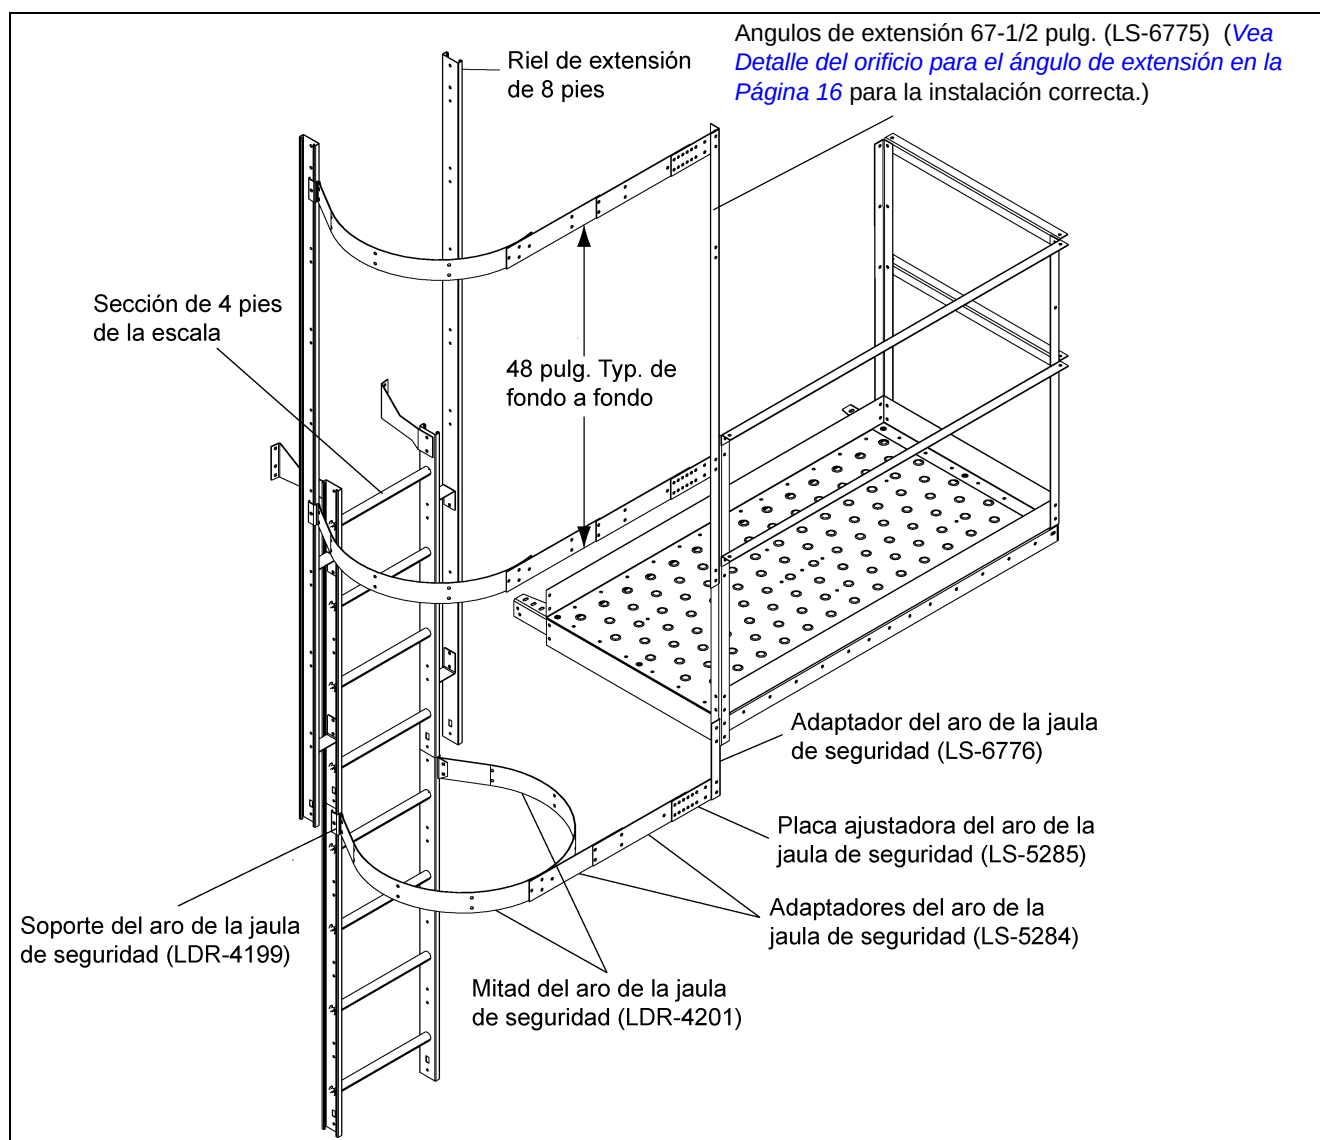

Figura 7K
Se necesitará una pre-instalación antes de conectar cualquier pieza a las escalas o a la plataforma. Conecte dos (2) soportes para la jaula de seguridad al riel de extensión de 8 pies y un soporte para la jaula de seguridad a la segunda sección de 4 pies de la escala como se muestra en la Figura 7K. Conecte con pernos las placas ajustadoras para el aro de la jaula de seguridad al ángulo de extensión como se muestra en la Figura 7K. (Vea el detalle de la conexión en la Página 48.) Luego, emperne las placas ajustadoras del aro de la jaula y únalas al ángulo de extensión como se muestra más abajo. Utilice la configuración apropiada, dependiendo del diámetro del silo (Vea el detalle de la instalación del adaptador en la Página 73.) Asegúrese de utilizar los pernos de 5/16 pulg. x 1 pulg. con sus cabezas mirando hacia el interior de la jaula de seguridad. Conecte estas instalaciones a los soportes de la jaula de seguridad y a las placas ajustadoras del aro de la jaula. (Vea el detalle de la conexión en la Página 73) para la ubicación correcta de los orificios. Apriete los pernos a medida que va avanzando. La instalación del fondo requiere de dos (2) mitades de aros y se ubicarán justo abajo de la plataforma como se muestra en la Figura 7K. Utilice el ángulo ajustador del aro de la jaula de seguridad para afirmar las instalaciones de las dos (2) mitades del aro al ángulo vertical de entrada en la instalación de la plataforma.
NOTA: Los soportes verticales de 48 pulg. se eliminaron en la Figura 7K para mayor claridad.